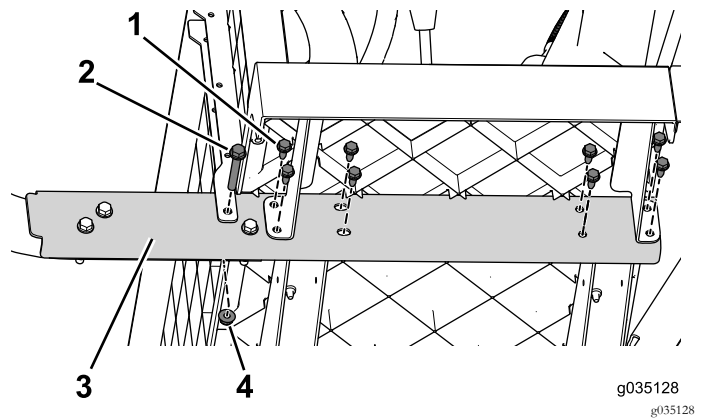

Figura 65
3. Retire os parafusos flangeados (3/8 x 2 1/2 pol.) e as porcas que prendem a calha lateral à máquina (Figura 65). Faça isto em ambos os lados da máquina.
4. Trabalhando da frente para trás, retire os parafusos flangeados (5/16 x 3/4 pol.) que prendem a calha lateral à máquina (Figura 65). Faça isto em ambos os lados da máquina.